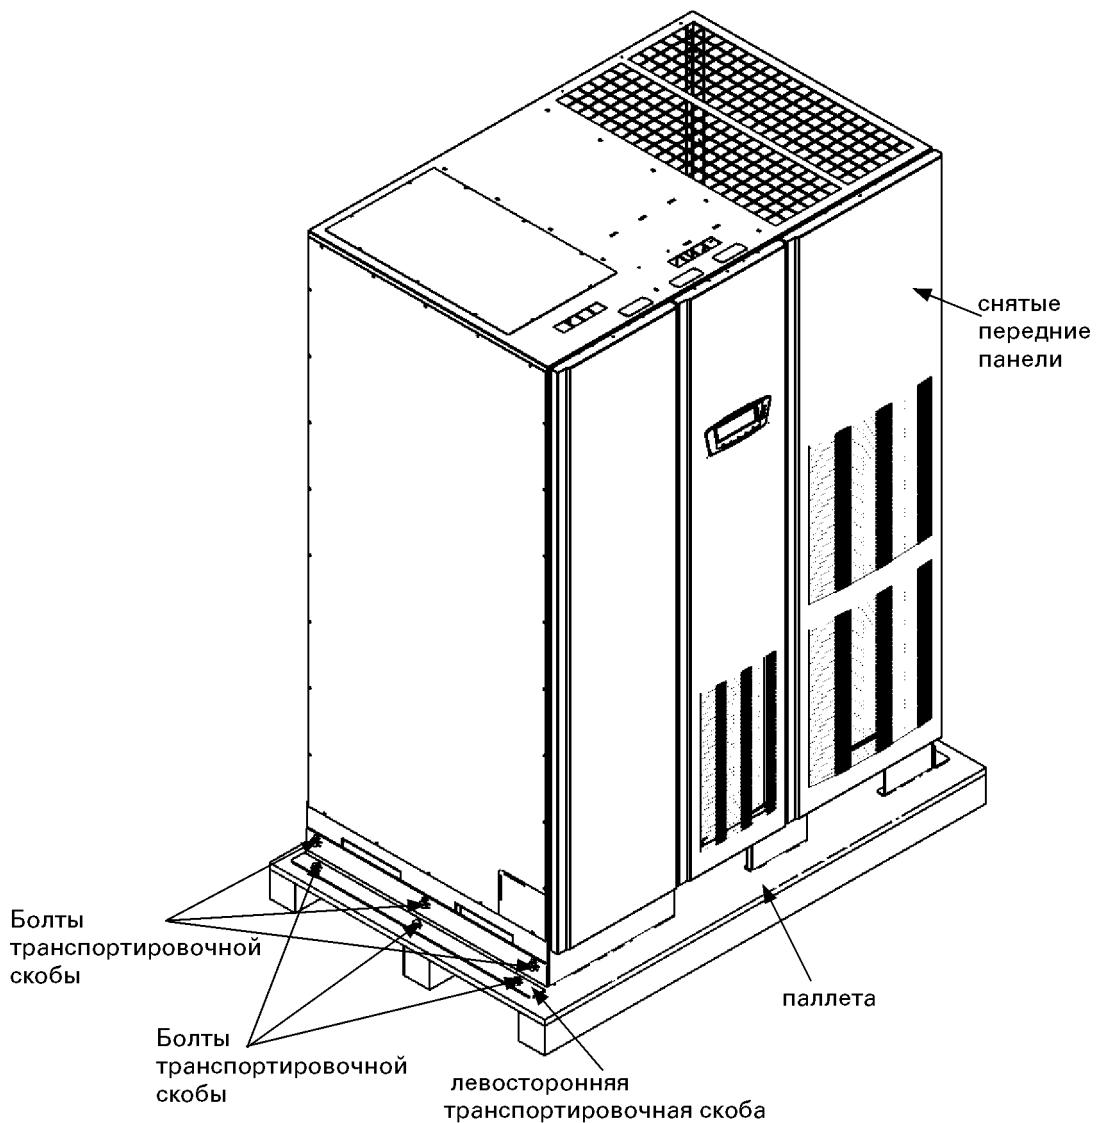
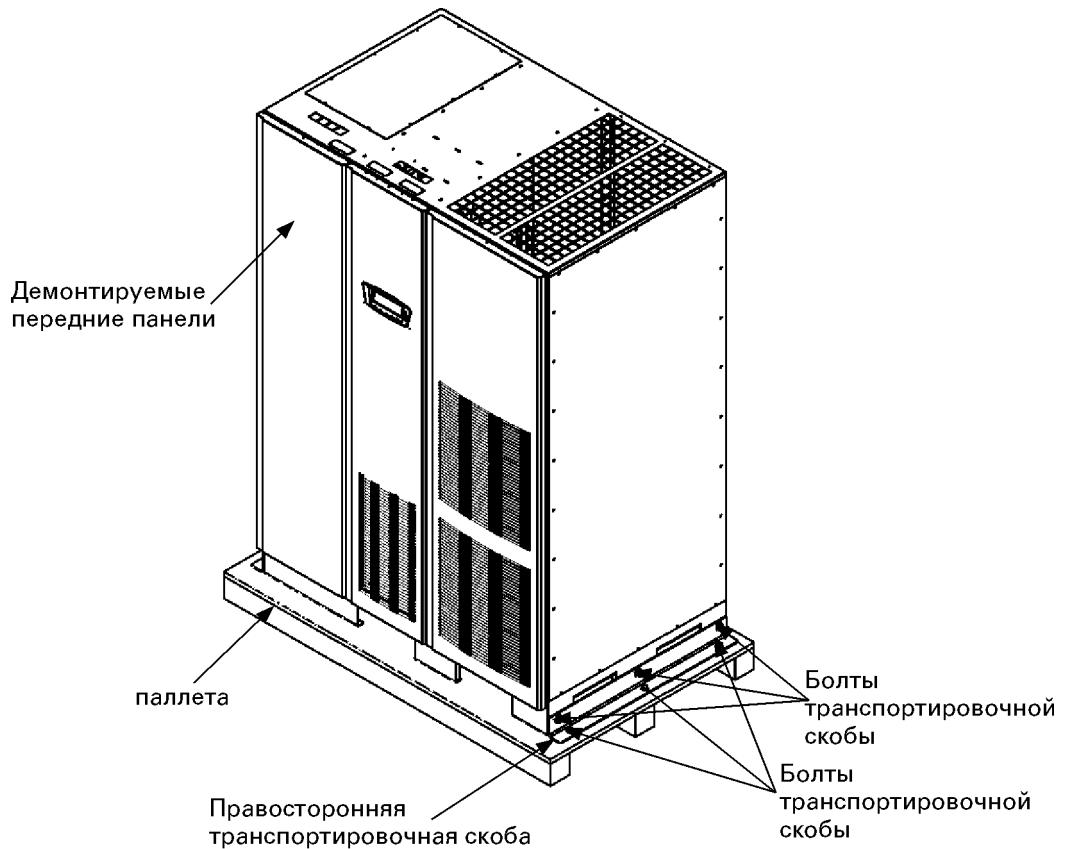

Рис. 3-1. Демонтаж левой транспортировочной скобы
Рис. 3-2. Демонтаж правой транспортировочной скобы
2. Открутите три болта, прикрепляющие транспортировочную скобу к шкафу слева, и три болта прикрепляющие транспортировочную скобу к паллете (см. Рис. 3-1). Снимите транспортировочную скобу. При установке шкафа на большой срок, сохраните транспортировочные скобы и защитные крепления для дальнейшего использования.
3. Снимите три болта, прикрепляющие транспортировочную скобу к шкафу справа, и три болта, прикрепляющие транспортировочную скобу к паллете (см. Рис. 3-2). Снимите переднюю транспортировочную скобу. При установке шкафа на большой срок сохраните транспортировочные скобы и крепеж для дальнейшего использования.
9. Используя сохраненный крепеж, установите транспортировочные скобы, снятые на шагах 2 и 3, с правой и левой стороны шкафа ИБП с наклоном в сторону (см. Рис. 3-1 и Рис. 3-2).
- Снимите верхний и два нижних винта, удерживающих левую переднюю панель ИБП (см. Рис. 3-1). Поднимите панель вверх, чтобы снять ее с кронштейнов, расположенных вверху шкафа.
2. Если не выполнено, снимите верхний и два нижних винта, удерживающих левую переднюю панель ИБП (см. Рис. 3-1). Поднимите панель вверх, чтобы снять ее с кронштейнов, расположенных вверху шкафа.
3. Снимите верхний и два нижних винта, удерживающих центральную переднюю панель ИБП (см. Рис. 3-1). Поднимите панель вверх, чтобы снять ее с кронштейнов, расположенных вверху шкафа.